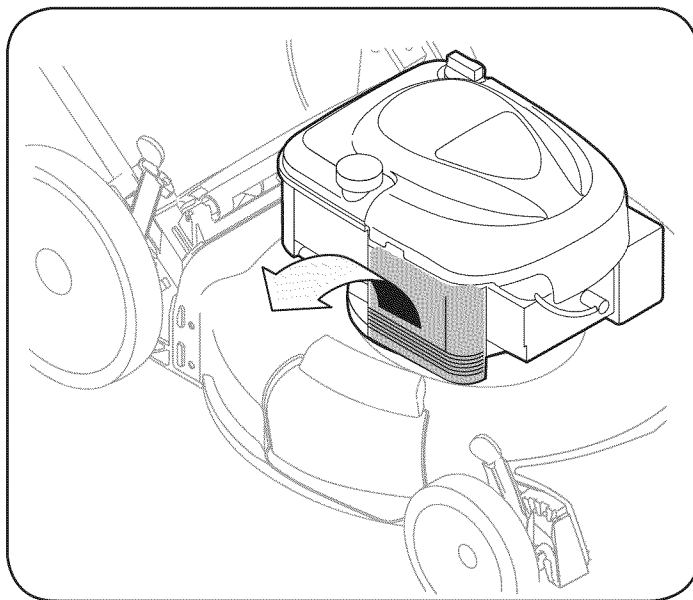

Figura 16
1. Afloje el tornillo que sujeta la tapa de plástico y tapa de la carcasa de inclinación en la parte de abajo del motor. Ver Figura 16.